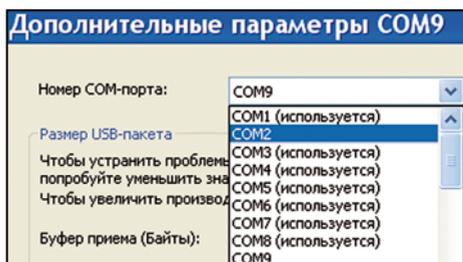

Рисунок 6. Изменение номера COM порта
6.2.4 Если номер COM порта адаптера USB-ПО5 больше 8, дважды щёлкнуть левой кнопкой мышки на «USB Serial Port (COM9)». В открывшемся окне «Свойства» перейти на закладку «Параметры порта» и нажать кнопку «Дополнительно». В открывшемся окне в списке «Номер COM-порта» выбрать один из портов в диапазоне COM2 - COM8 (порт COM1 в компьютере занят устройством «Последовательный порт (COM1)») рисунок 6, затем нажать «ОК», в окне «Свойства» - тоже «ОК». Закрывать Диспетчер устройств.